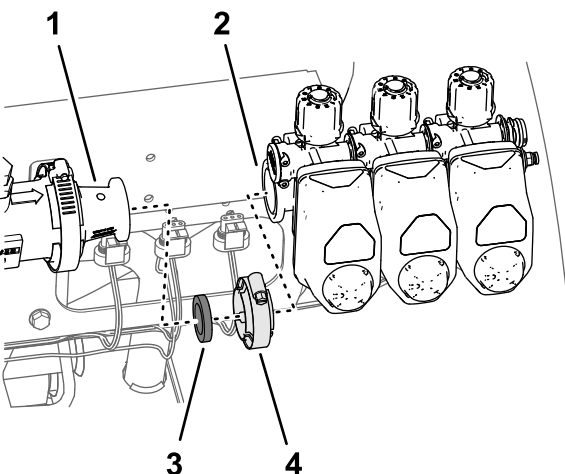

Рисунок 69
4. Снимите 3 клапана секций с машины (Рисунок 69).